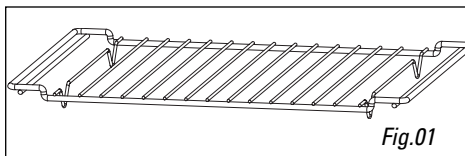

Fig.01
- **La grille (Fig.01) :** permet de dorer ou de faire griller. La grille ne doit en aucun cas être utilisée avec d'autres récipients métalliques en position micro-ondes, gril + micro-ondes, ou cuisson par chaleur tournante + micro-ondes. Toutefois, vous pouvez réchauffer un aliment dans une barquette en aluminium en l'isolant de la grille à l'aide d'une assiette.